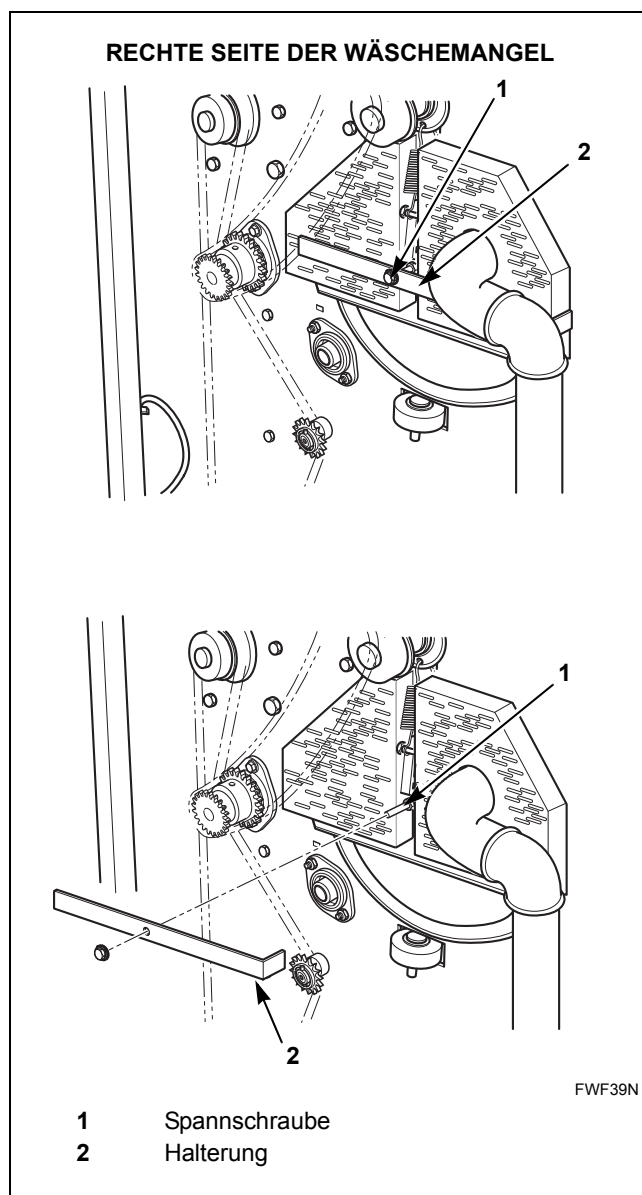

Abbildung 29
2. Machen Sie die Spannungssysteme der Rücklaufbänder an beiden Seiten der Wäschemangel ausfindig. Siehe *Abbildung 29*.